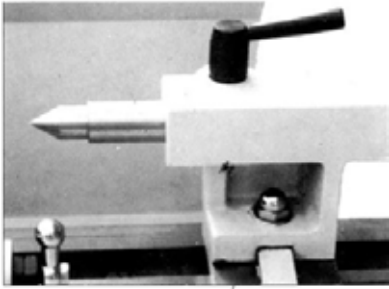

Fig.9
Cuando vaya a cambiar de posición o reemplace el contrapunto necesita aflojar la tuerca como se muestra en (A) de la Fig.9.